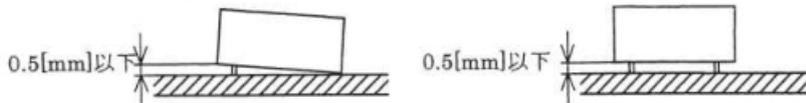

図2 部品の傾き
- ②XHコネクタ、タクトスイッチ、トグルスイッチは、止まりがあるものは止まりまで差し込み、止まりがないものは密着して取り付けること。なお、浮き上がり限界は、図2に示すとおりとする。